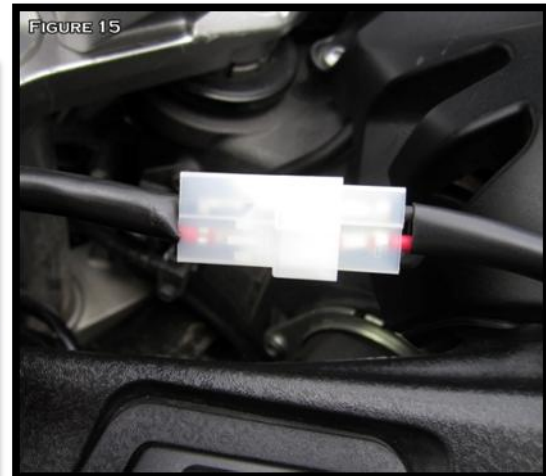

FIGURE 16
- 6) 把提供的保险丝放入 Powerlet 插头的熔丝盒中 (Fig. 16)。